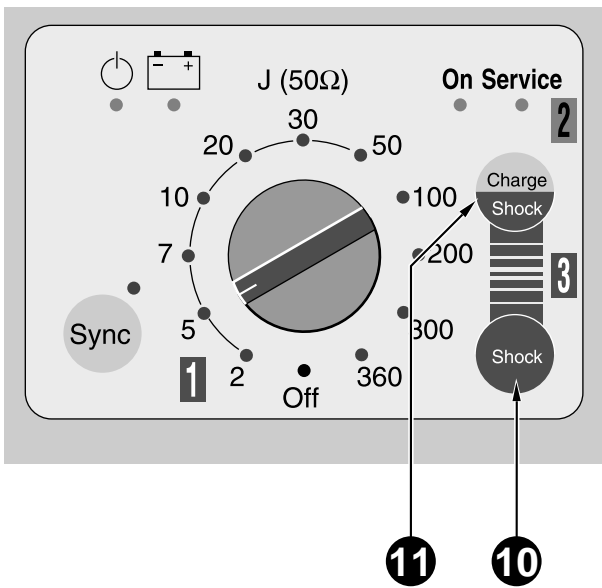

Bild 5-6. Tasten zum Auslösen des Energiespeichervorgangs und des Defibrillationsimpulses
- * Führen Sie die Defibrillation wie bei der Verwendung von Paddles durch (Abschnitt 5.1). Beachten Sie, daß Sie den Energiespeichervorgang mit Taste **(11)** starten und den Impuls durch gleichzeitiges Drücken von **(10)** und **(11)** auslösen (Bild 5-6).